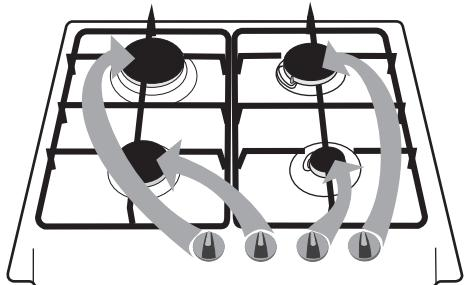

Fig. 15
- Les brûleurs et leurs boutons de commande correspondants sont illustrés dans la Fig. 15.